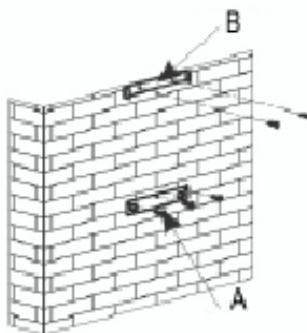

Fig. 1
(fig. 1)
- Tracez sur le mur les 3 trous que vous devez percer en utilisant le crochet de suspension de la hotte fourni et en respectant la distance conseillée (pièce A fig. 1)
- Fixez le support de fixation de la hotte en veillant à ce qu'il soit parfaitement de niveau (pièce A fig. 1)
- Calculez la hauteur finale pour fixer l'étrier en U de support de la cheminée (pièce B fig. 1)
- Percez les 2 trous de 8mm et fixez l'étrier de support de la cheminée en faisant attention qu'il soit bien dans l'axe de la hotte (pièce B fig. 1)